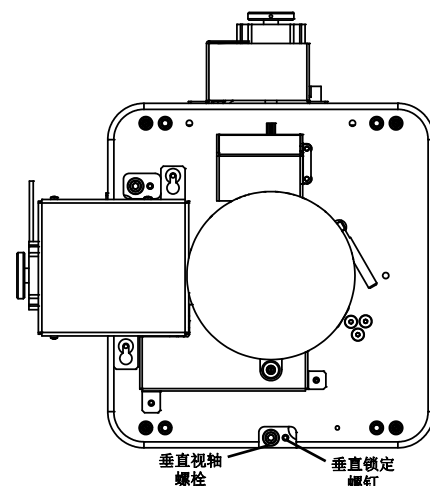

图 2-31 垂直视轴
1. 松开**垂直锁定螺栓**。请参阅图 2-31。
8. 调整**垂直锁定螺栓**以将镜头座锁定到位，然后再检查视轴（图 2-31）。